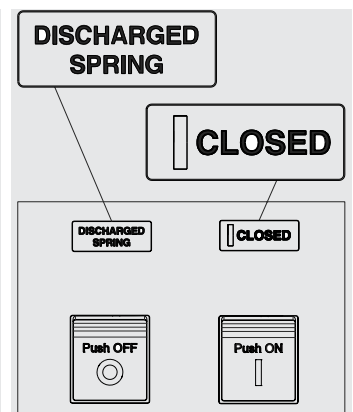

Abbildung 51
3. Leistungsschalter ein mit entspannten Federn (siehe Abbildung 51).